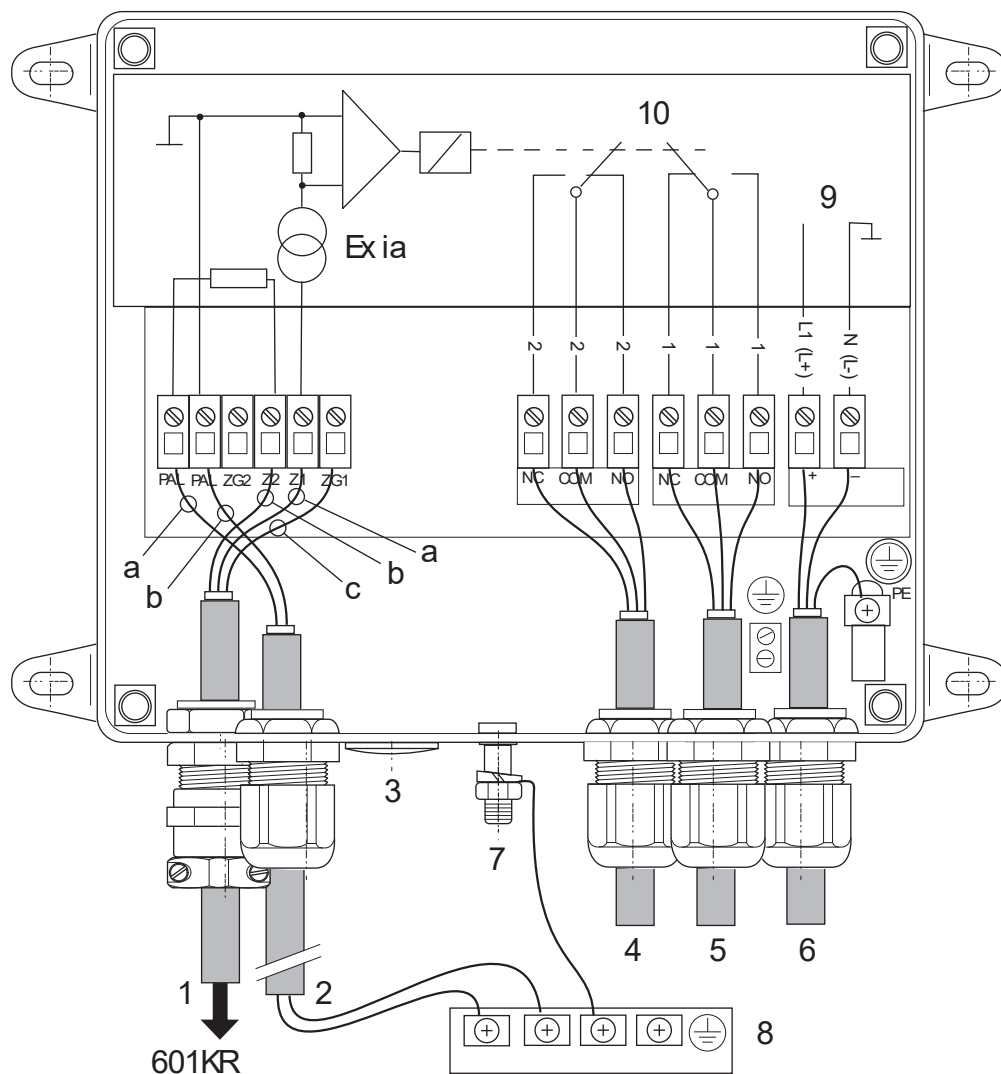
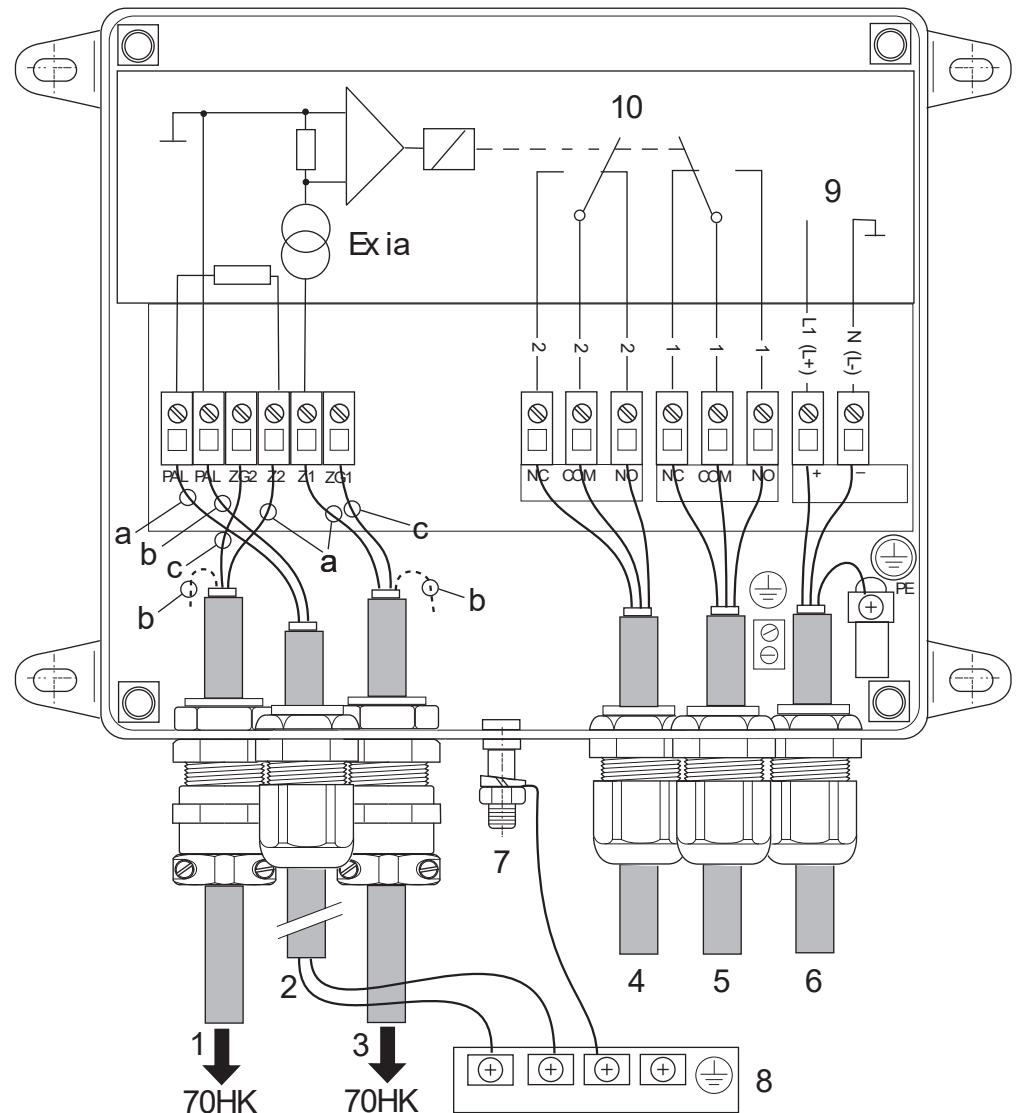

Fig. 4:
Fig. 5:
- L'appareil doit être raccordé à la compensation de potentiel par le biais du raccord de terre externe (7, Fig. 4 / Fig. 5). Par ailleurs, la borne de terre située à l'intérieur de l'appareil doit être raccordée à un conducteur de protection ou à un conducteur de compensation de potentiel (voir chapitre 3.1.3 "Connexion électrique", page 14).
- Les circuits électriques à sécurité intrinsèque doivent être séparés des circuits ne présentant pas cette caractéristique (passage de câbles individuel). Le croisement de câbles à sécurité intrinsèque et de câbles n'ayant pas cette caractéristique est interdit. Une liaison équipotentielle (PA) est à réaliser de long du déroulement entier du circuit électrique de mesure (voir chapitre 3.1.3 "Connexion électrique", page 14, chapitre 3.2.2 "Connexion électrique", page 20).
L'appareil doit être raccordé à la compensation de potentiel par le biais du raccord de terre externe (7, Fig. 4 / Fig. 5). Par ailleurs, la borne de terre située à l'intérieur de l'appareil doit être raccordée à un conducteur de protection ou à un conducteur de compensation de potentiel.
Du côté droit se trouvent les bornes de connexion de la tension d'alimentation, qui ne sont pas à sécurité intrinsèque, ainsi que les contacts de signalisation (Fig. 4 / Fig. 5).
- Introduire le câble et le raccorder conformément à la Fig. 4 / Fig. 5.
Le câble de raccordement du contacteur de terre entre par le passe-câble à vis à protection contre les pluies (1, Fig. 4 / Fig. 5). Les appareils destinés à une mise à la terre BIG-BAG disposent de deux contacteurs et la deuxième ligne entre par un autre passe-câble à vis à protection contre les pluies (3, Fig. 5).
Un câble à deux brins destiné à relier le circuit de mise à la terre à la liaison de compensation de potentiel PAL passe par l'entrée de câble (2, Fig. 4 / Fig. 5) dans le compartiment de branchement. Le passage double garantit que même les coupures vers la ligne de compensation de potentiel PAL soient détectées.
Les deux lignes PAL appartiennent au circuit à sécurité intrinsèque ; voir entrée de câble 2, Fig. 4 / Fig. 5 . Les bornes sur la Terrabox TCB030 sont aussi marquées en tant que bornes à sécurité intrinsèque (en bleu). **Il ne s'agit pas** de connexions à la terre de protection. Les lignes **ne doivent pas** être de type vert/jaune resp. jaune. La connexion PAL peut être réalisée avec un câble sous gaine à 2 brins ; les couleurs des brins ne sont pas prescrites, ce qui signifie que toutes les couleurs, hormis vert/jaune resp. jaune, sont autorisées.
Les câbles des lignes de signalisation passent par les entrées de câble (4 et 5, Fig. 4 / Fig. 5), le câble de la tension d'alimentation par l'entrée (6, Fig. 4 / Fig. 5).
Les entrées (2, 4, 5, Fig. 4 / Fig. 5) sont fermées à la livraison. Les entrées non utilisées doivent rester fermées.